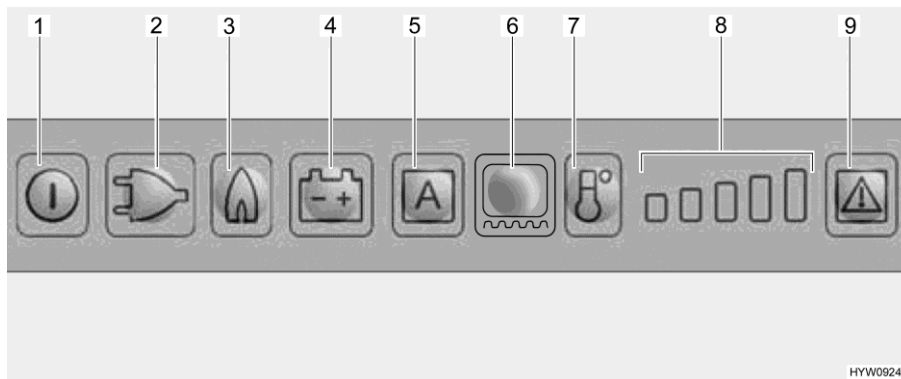

Bild 240 Lysdiodesreglage (kylskåp Dometic)
Tändsäkring När gasdriften väljs öppnas tändsäkringen automatiskt så att gas kan strömma till brännaren. Samtidigt tillkopplas den elektroniska tändaren. Om gaslågan skulle slockna, t. ex. på grund av att det blåser, aktiveras tändaren direkt igen och tänder gasen. Vid störningar i gasdrift blinkar ljusknapparna Gas (Bild 240,3) och Störning (Bild 240,9) och det låter i 20 sekunder en akustisk signal.
Slå på: ■ Tryck på på/av-knappen (Bild 240,1) i cirka 2 sekunder. Kylskåpet slår på sig, det senast inställda driftläget indikeras.
Välj driftläge: ■ Tryck in de belysta knapparna för önskat driftläge (Bild 240,2 - 4) eller för det automatiska läget "AES" (Bild 240,5) (endast för AES utförande).
Ställa in kyltemperaturen: ■ Ställ in kyltemperaturen med knappen kylnivåer (Bild 240,7). Kylnivåindikatorerna (Bild 240,8) visar den valda termostatinställningen.
Slå från: ■ Tryck på på/av-knappen (Bild 240,1) i cirka 2 sekunder.
När kylskåpet sätts på väljs automatiskt en termostatinställning i mittläge. Denna inställning kan ändras manuellt med knappen temperaturnivåval (Bild 240,7). Det tar alltid några timmar innan man har en normal drifttemperatur i kylskåpet. Vid omkopplingen till ett annat driftläge, bibehålls termostatinställningen.
- Koppla in ramvärmningen under 2 timmar: Tryck på ljusknappen ramvärme (Bild 240,6) en gång. En stapel i kylnivåindikatorerna (Bild 240,8) tänds.
- Koppla in ramvärmningen under 5 timmar: Tryck på ljusknappen ramvärme (Bild 240,6) två gånger. Två staplar i kylnivåindikatorerna (Bild 240,8) tänds.
- Ställa in ramvärmningen på kontinuerlig drift: Tryck på ljusknappen ramvärme (Bild 240,6) tre gånger. Två staplar i kylnivåindikatorerna (Bild 240,8) tänds.
Kylnivåindikatorn (Bild 240,8) visar under några sekunder ramvärmningens driftslängd.
Vid en störning blinkar lysknappen Störning (Bild 240,9). Dessutom blinkar antingen en av de lysknapparna Driftläge eller kylnivåvisningen. Dessutom ljuder en akustisk varningssignal. För råd beträffande felindikering och felavhjälpling, se kapitel 15.
- ▷ Tryck, efter åtgärdande av ett fel på gasdriften, in ljusknappen Återställ (Bild 240,9).